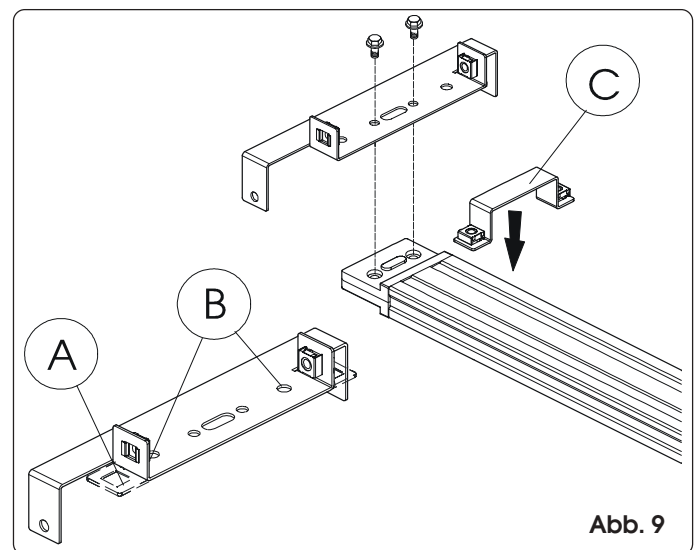
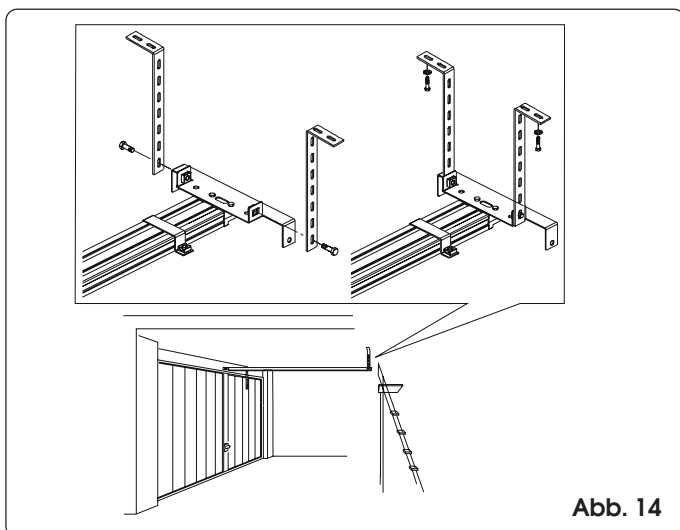

Abb. 9
Abb. 14
Montieren Sie den hinteren Anschluss in die entsprechende Aufnahme an der Antriebskupplung (Abb. 9). Bei einem bündig an der Decke installierten Antrieb schneiden bzw. biegen Sie die Fixierwinkel der Bügel (Abb. 9 Pos. A) und nehmen Sie in letzterem Fall die Käfigmutter ab. Führen Sie die Befestigung anhand der entsprechenden Bohrungen (Abb. 9 Pos. B) durch. Futtern Sie den Raum zwischen hinterem Anschluss und Decke mit einer ca. 5 mm starken Scheibe aus.
- 11) Bringen Sie die Bügel am hinteren Anschluss an und setzen Sie die Laufschiene wieder auf (Abb. 14).
- 12) Zeichnen Sie die Fixierstellen an der Decke an, bohren Sie vorsichtig (um die Laufschiene nicht zu beschädigen), bringen Sie den vorderen Fixierwinkel des Antriebs an (Abb. 9 Pos. C und Abb. 14) und beenden Sie dann den Installationsvorgang.